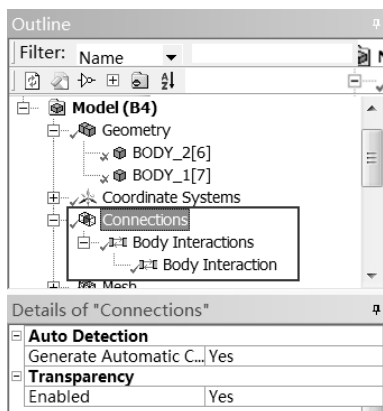

图 11-16 Mechanical 界面
Step1 : 如图 11-16 所示 , 两个几何实体已经被程序自动设置好连接。本例按默认值